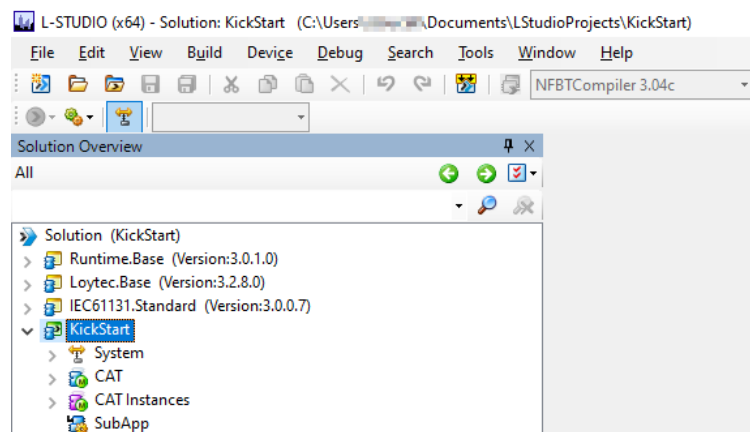

Abbildung 54: Leere L-STUDIO-Projektmappe.
3. Dadurch wird eine leere Projektmappe mit dem Namen „KickStart“ erstellt, wie in Abbildung 54 dargestellt.